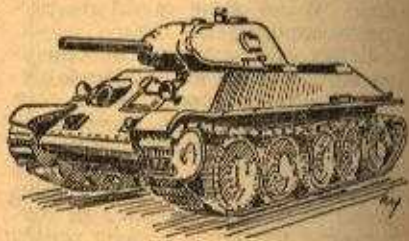

Fig. 1 — T 34 (antigo modelo)
T. 34: Males de embreagem, no início. (Fig. 1)
Exemplo de excelente fórmula tática: o T 34 do antigo modelo. (Fig. 1)